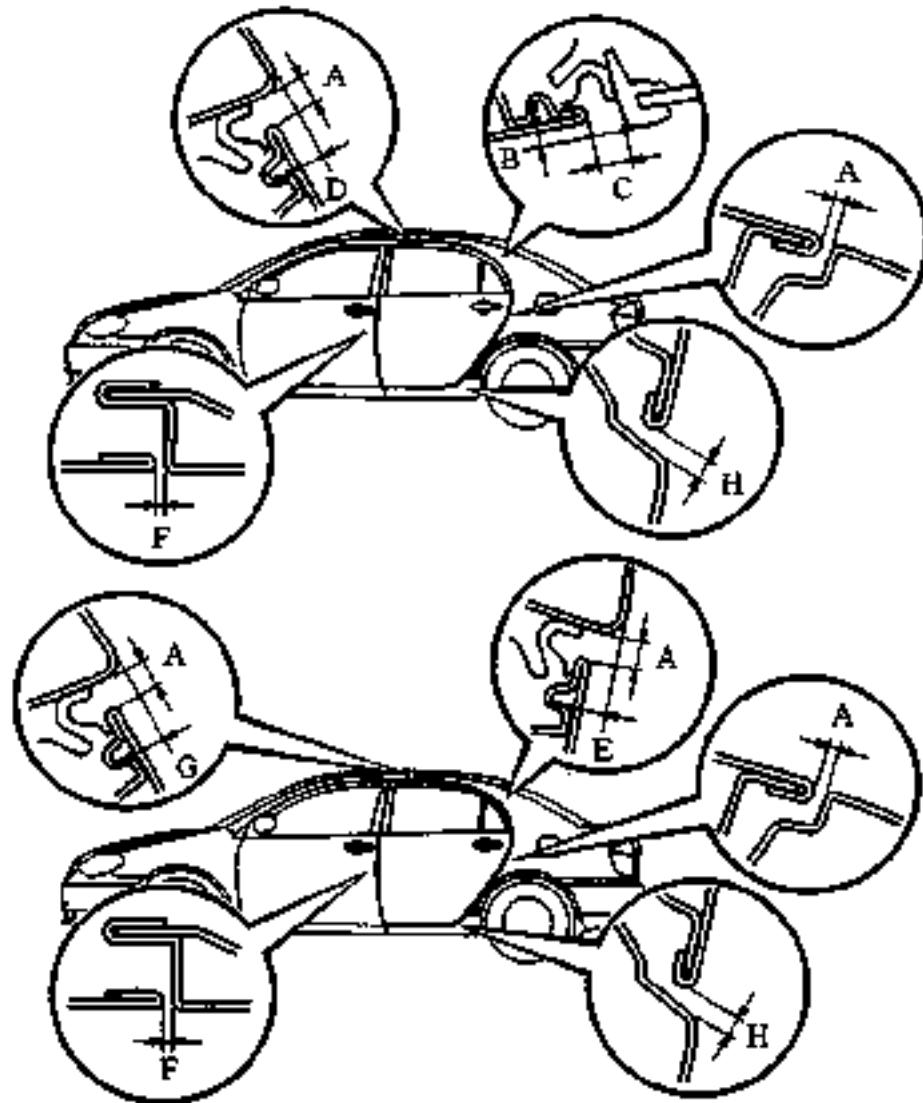

Рис.868.
2. Отрегулируйте зазор левой задней двери (рис.868).